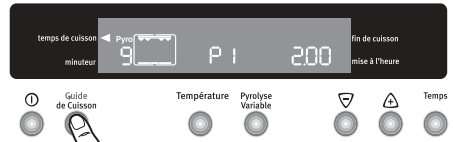

Fig. 19
2. Appuyez sur la touche de sélection "**Fonctions de cuisson**" et sélectionnez la fonction "**Pyrolyse**". Le symbole , l'indication "**Pyro**" et "**P1**" (Pyrolyse 1 - durée: 2 h) s'affichent (Fig. 19).